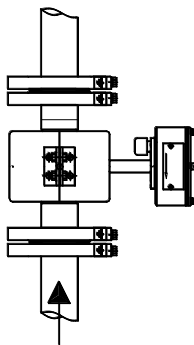

Рис.3
4.2.3 При возможном выпадении осадка в жидкости, ППР теплосчётчика должен устанавливаться вертикально, при этом направление потока должно быть снизу вверх (см. рис.3).